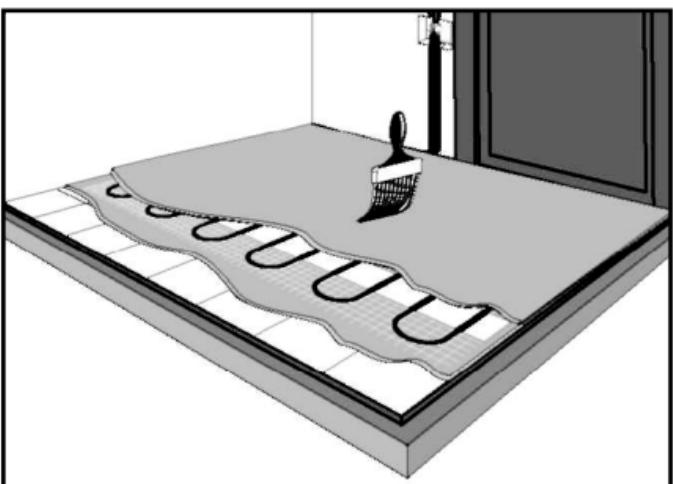

Рис. 4
- 15) Залейте нагревательный мат слоем раствора для крепления плитки толщиной 5-8 мм и дайте ему высохнуть в соответствии с инструкцией по применению используемой плиточной смеси. (рис. 4).